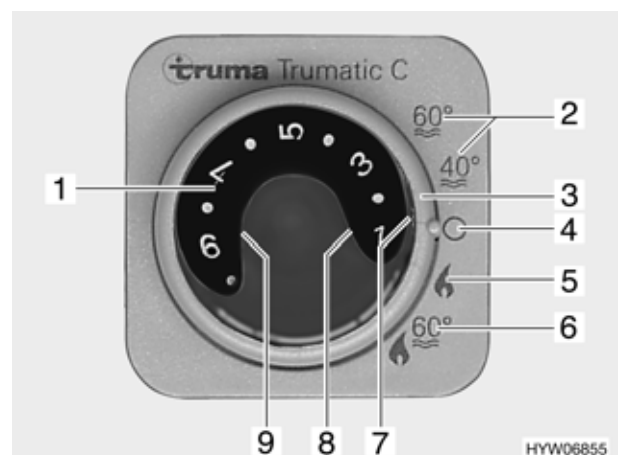

Bild 111 Bedieneinheit für Heizung/Boiler
- Betriebsart mit dem Drehschalter (Bild 111,3) einstellen:
- Sommerbetrieb "40 °C" oder "60 °C" (Bild 111,2)
- Winterbetrieb "Heizung ohne Boiler" (Bild 111,5)
- Winterbetrieb "Heizung und Boiler" (Bild 111,6)
- Aus (Bild 111,4)
Die Heizung wählt nach gewünschter Raumtemperatur selbstständig die benötigte Brennerstufe. Wenn die gewünschte Raumtemperatur erreicht ist, schaltet der Brenner ab. Bei Betriebsart "Heizung und Boiler" (Bild 111,6) wird auch das Wasser im Boiler erhitzt. Die Heizung kann in der Betriebsart "Heizung ohne Boiler" (Bild 111,5) mit leerem Boiler betrieben werden.
- Temperatordrehknopf (Bild 111,1) an der Bedieneinheit auf gewünschte Raumtemperatur stellen.
- Drehschalter (Bild 111,3) auf Winterbetrieb "Heizung ohne Boiler" oder auf Winterbetrieb "Heizung und Boiler" stellen.
Grüne Kontroll-Leuchte (Bild 111,7) leuchtet.
- Drehschalter (Bild 111,3) auf "Aus" (Bild 111,4) stellen.
Die Spannungsversorgung für Heizung/Boiler und das Sicherheits-/Ablassventil kann durch den 12-V-Hauptschalter nicht unterbrochen werden. Bei Störung leuchtet die rote Kontroll-Leuchte (Bild 111,8) an der Bedieneinheit für Heizung/Boiler Trumatic C auf (siehe Kapitel 14).